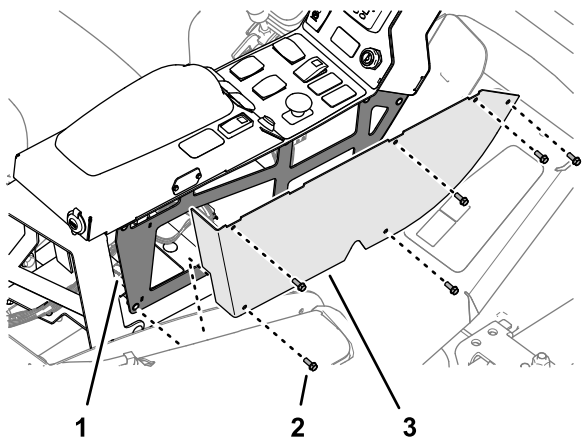

Figure 21
4. Sur le côté extérieur de la console de commande, alignez les trous du couvercle droit de la console sur les trous prévus dans la console (Figure 21)
5. Fixez le couvercle sur la console de commande (Figure 21) avec les 5 vis à embase que vous avez retirées sous Préparation de la console de commande (page 3).